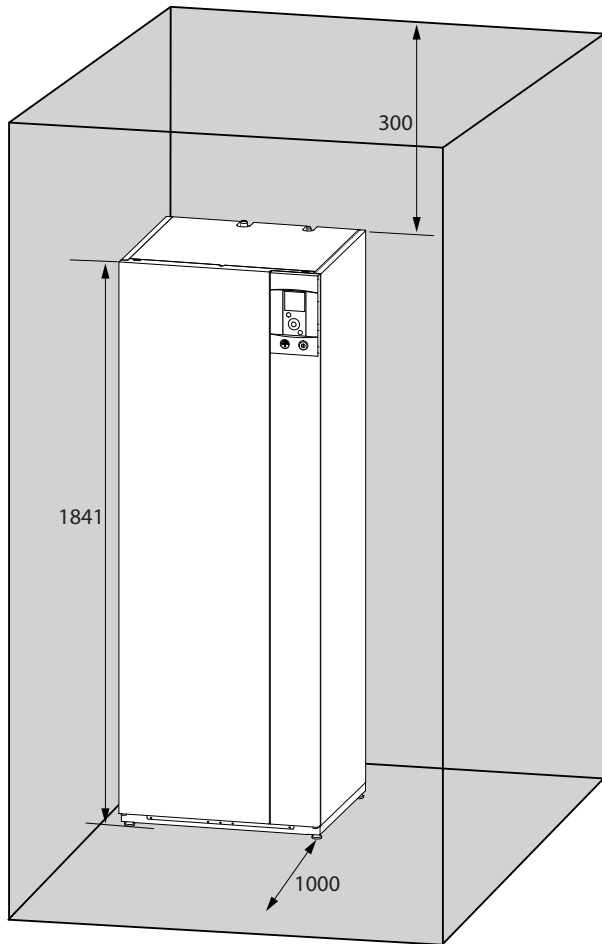

fig. 16 - Dégagements minimum d'installation autour du module hydraulique
- Pour faciliter les opérations d'entretien et permettre l'accès aux différents organes, il est conseillé de prévoir un espace suffisant tout autour du module hydraulique (fig. 16).